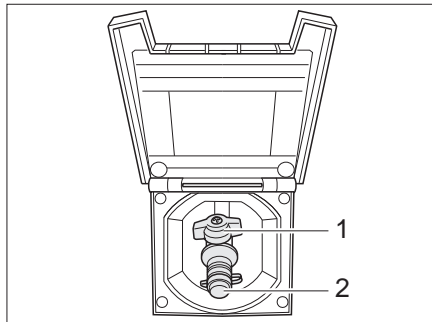

Bild 158 Extern gasanslutning, gasavstängningsventilen stängd
Den externa gasanslutningen (Bild 158) befinner sig, beroende på modell, på fordonets bakdel eller på fordonets vänstra resp. högra sida.
- Anslut den externa gasapparaten till anslutningar (Bild 158,2).
- Öppna gasavstängningsventilen (Bild 158,1).